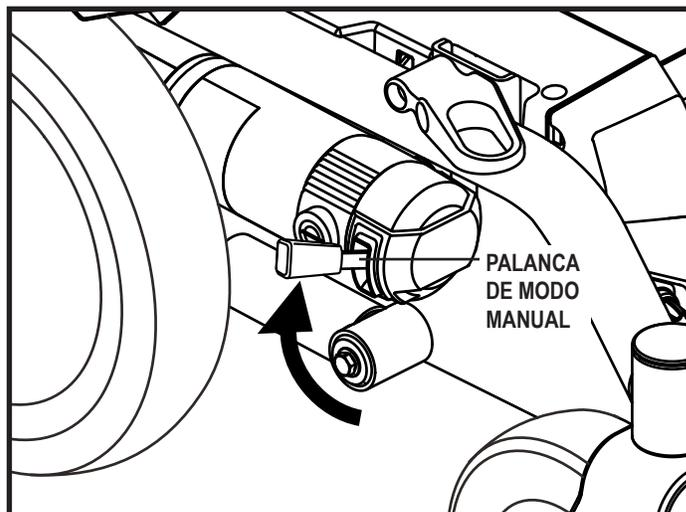

Figura 4. Modo conducción (motor embragado)
3. Tire de las dos palancas hacia arriba para activar los motores (motor embragado). **Ver figura 4.**